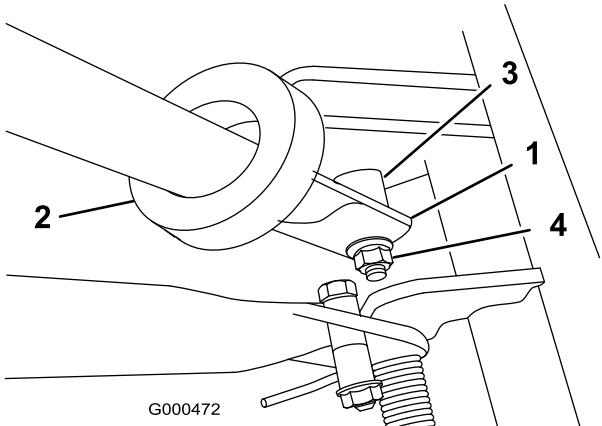

Figure 5
2. Introduisez les extrémités du guidon dans les fentes des bras de support (Figure 5).
3. Poussez les extrémités du guidon vers l'intérieur et engagez-les sur l'épaulement de l'axe de pivot (Figure 5).
4. Fixez le guidon à la vis et à l'axe de pivot avec le contre-écrou à embase (Figure 5).